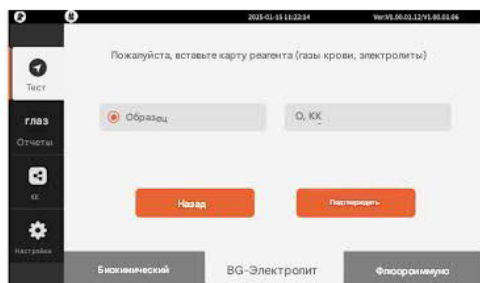

рис. 4-5-1
- 1) Нажмите [Тест], чтобы войти в интерфейс, показанный на рис. 4-5-1.